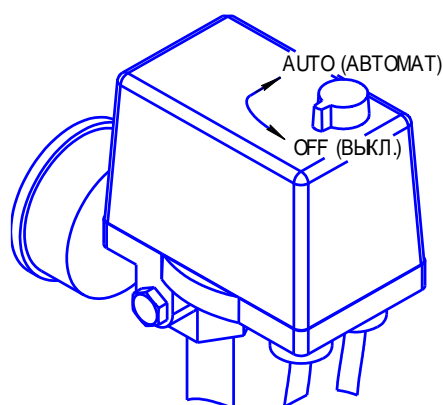

Рисунок 3
- 1 Проверьте, чтобы выключатель на маностате находился в выключенном положении "OFF" (см. рисунок 3).
Для пуска компрессора СБ4-100.F22 после срабатывания защиты выполните следующие действия: после того, как двигатель остынет до допустимой температуры переключите выключатель на маностате в положение "OFF" (см. рисунок 3), а затем включите компрессор переключив выключатель в положение "AUTO".